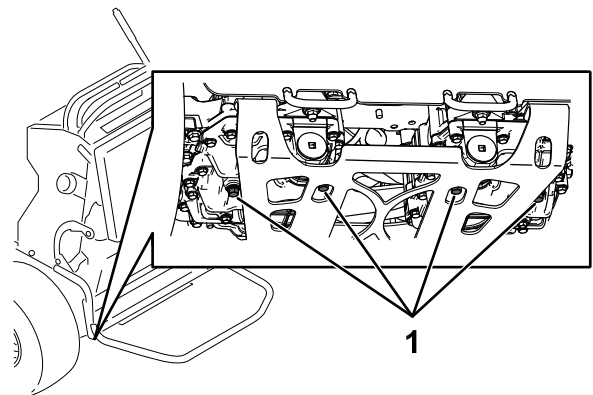

図 65
3. トランスミッションの底部にあるドレンプラグの下にオイルを受ける容器を置く 図 65。